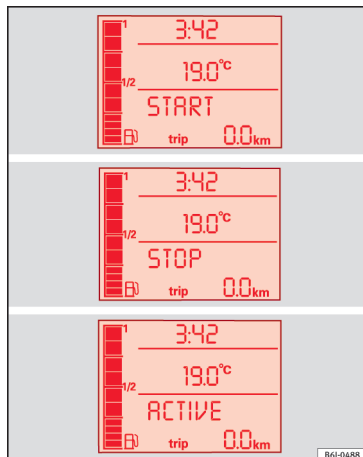

Fig. 142 Indication sur l'écran du tableau de bord durant le fonctionnement Start-Stop.
- L'écran du tableau de bord affiche des informations concernant l'état du fonctionnement Start-Stop » fig. 142.